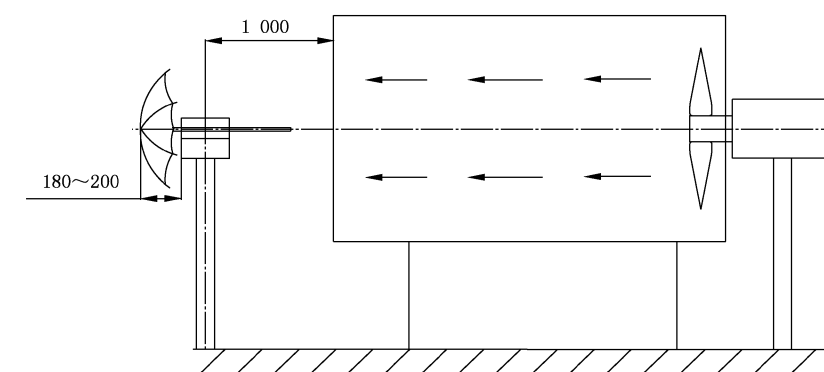

图3 手持式伞伞骨抗风强度示意图
6.1.1.2 将伞撑开,以图示的方向用夹具夹住(夹住部位见图 3),调整调频旋钮直至当风速达到规定值后开始计时,30 s 后停机。